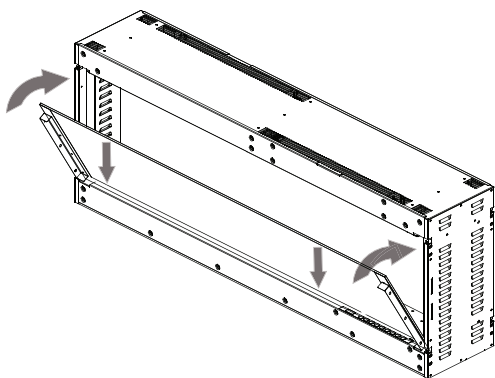

Fig. 1
- A. Demandez à deux personnes de lever le verre. Installez le verre avant en plaçant le côté inférieur dans l'appareil et pivotez pour que le verre touche le panneau latéral (**Fig. 1**).